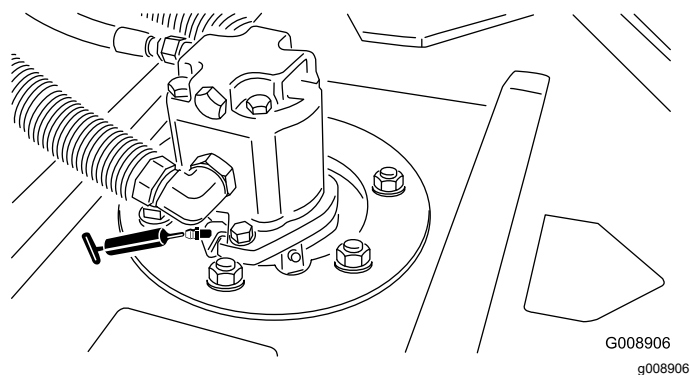

Figura 49
- Cojinetes de los ejes de las unidades de corte (2 por unidad de corte) (Figura 49).